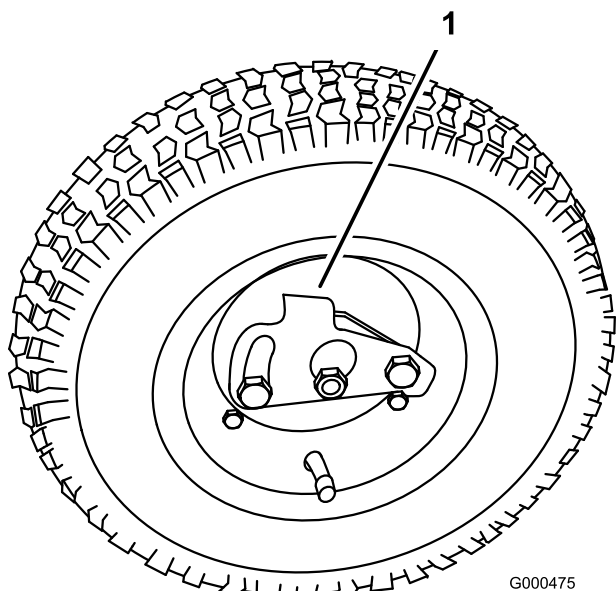

Figura 8
2. Premete il clip di bloccaggio verso il centro della ruota, e collocate quest'ultima sull'albero esagonale (Figura 8).